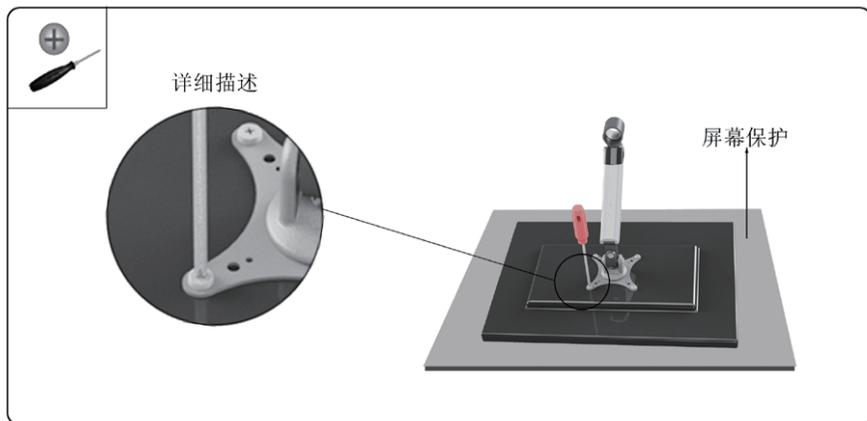

图: 2-4
4、用螺丝刀将选择的螺钉通过安装板的孔洞,放入垫圈,拧紧螺钉,显示屏就被安装到安装板上了,不要将螺钉拧的过紧,如果拧不动应立即停止。(如图 2-4)